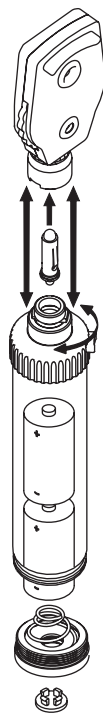
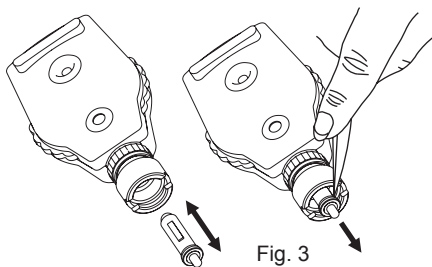

Fig. 2
Fig. 3
Prima dell'uso e dopo aver effettuato la pulizia verificare attentamente il prodotto e gli accessori (ove previsti). Se la luce è intermittente o non si accende, verificare la lampadina, le batterie e i contatti elettrici. Se la lampadina non è più funzionante, è possibile procedere alla sostituzione mediante una lampadina di ricambio originale. Per la sostituzione della lampadina si rimanda alle apposite istruzioni (cfr. anche Fig. 3).
Verificare periodicamente lo stato delle batterie onde escludere la presenza di segni di corrosione o ossidazione. Se è necessaria la sostituzione, si raccomanda l'utilizzo di batterie alcaline nuove. Per la sostituzione delle batterie si rimanda alla Fig. 2.
Rimuovere la testa dell'oftalmoscopio come suggerito nella procedura operativa (cfr. Fig. 2). Afferrare l'estremità della lampadina ed estrarla, utilizzando ove necessario una lima per unghie o un oggetto simile. (Cfr. Fig. 3)
- Una volta aperto, inserire le batterie prestando attenzione al senso dei poli (cfr. Fig. 2).